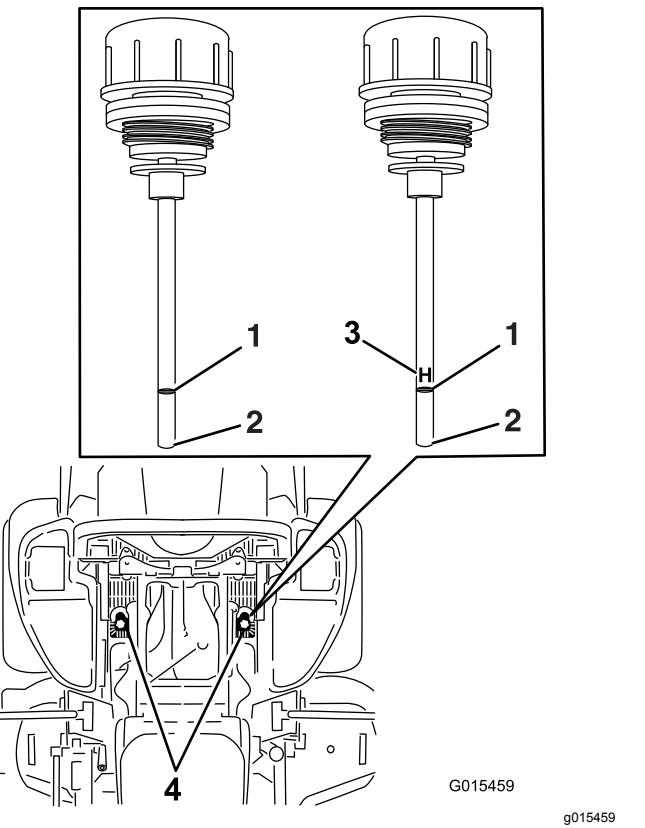

Figure 90
6. Nettoyez la surface autour des jauge des réservoirs du système hydraulique (Figure 90).
7. Sortez une jauge du réservoir hydraulique (Figure 90).
9. Ressortez la jauge et examinez l'extrémité (Figure 90).